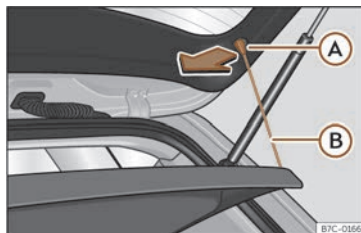

Fig. 171 Dans le coffre à bagages : démonter et remonter la plage arrière.
- Déclipsez les tirants de fixation >>> **fig. 171** (B) de leurs logements (A).
- Attachez les tirants de fixation >>> **fig. 171** (B) au hayon du coffre.